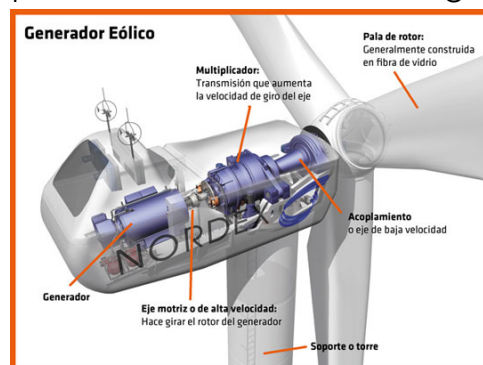

Figura 1.3. Generador eólico
- **Generador:** el generador necesita de movimiento para generar electricidad. En la figura 1.3 podemos ver que las palas del rotor necesitan de la fuerza del aire para realizar el movimiento giratorio [2].